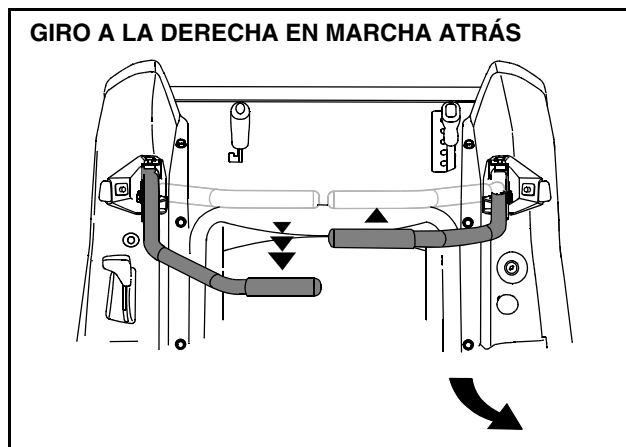

Figura 17
- Para girar a la derecha mientras se desplace marcha atrás, mueva la palanca de control del lado derecho hacia adelante respecto de la palanca izquierda. Vea Figura 17.